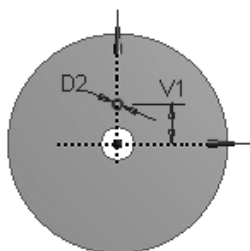

图 3.11.6 草图 2
(1) 绘制图 3.11.6 所示的草图 2。选取 XYPlane，单击“New Sketch”按钮 ，绘制图 3.11.6 所示的截面草图（圆环），其中 V1=108，D2=27。